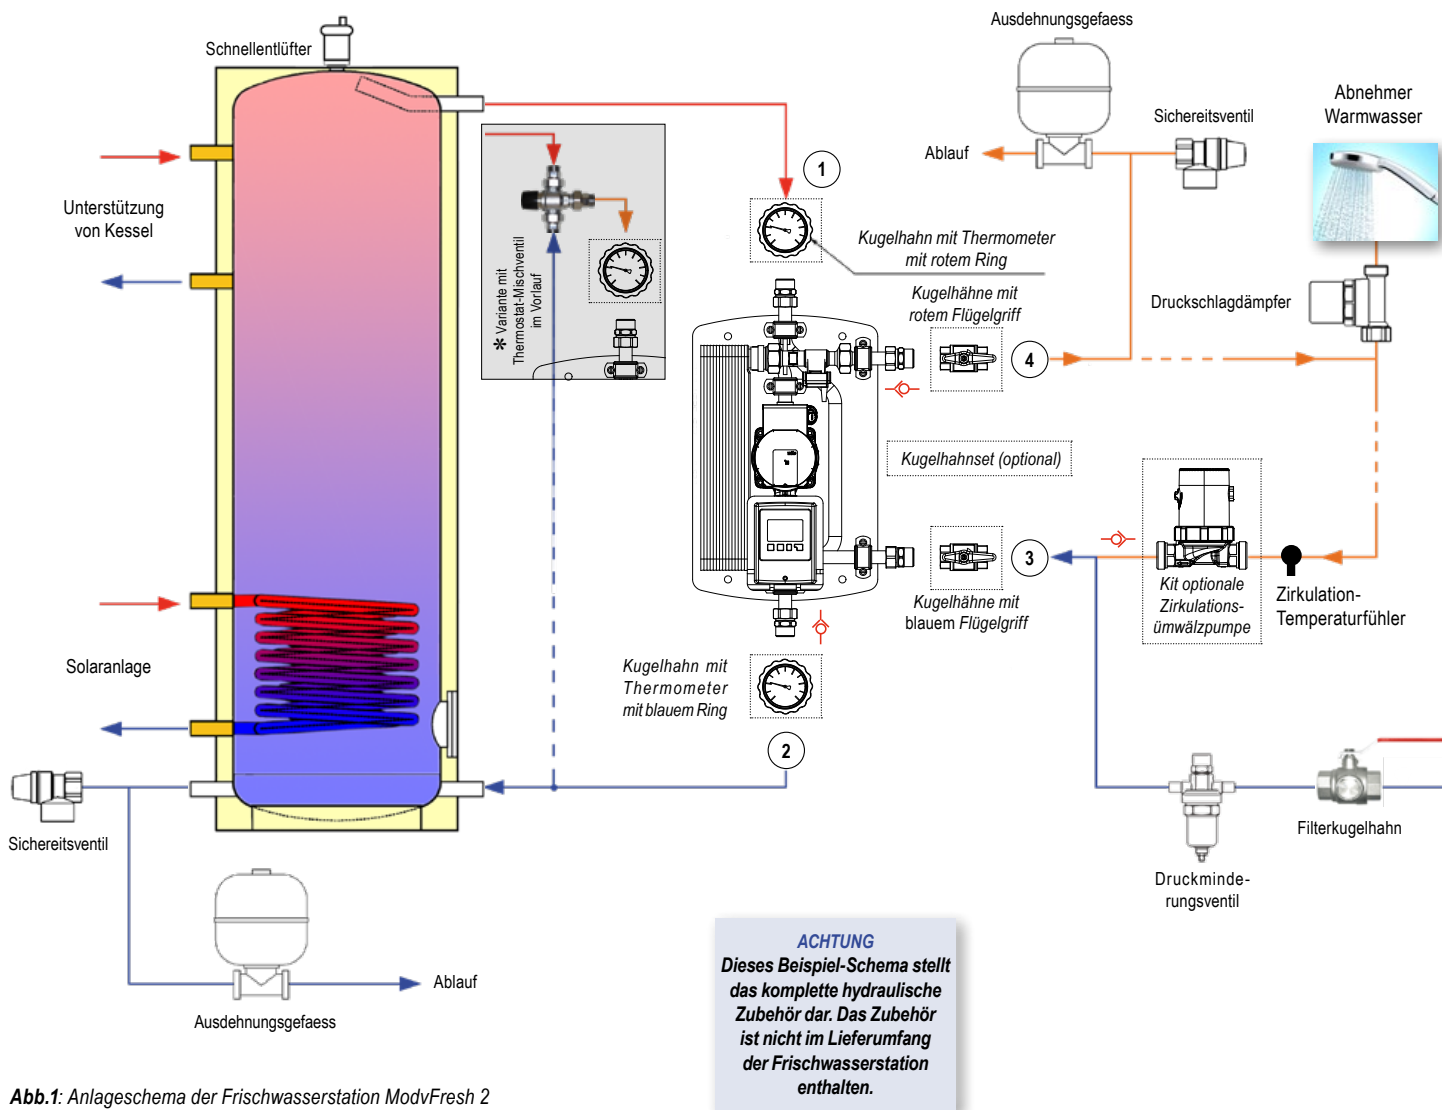

Abb.1: Anlageschema der Frischwasserstation ModvFresh 2
- ✓ Den Ventilsatz (optional) montieren laut Darstellung bei *Abb. 1*;
- ✓ Falls das Zirkulationskit (optional) vorhanden ist, installieren Sie die Umwälzpumpe und positionieren den Zirkulation-Temperaturfühler laut *Abbildung 1*;
Die Temperatur im Puffer muss mindestens um 5 K höher sein, als die gewünschte Warmwasser-Temperatur der Sanitär Wassers. Höhere Differenz von Temperaturen erlauben die Zapfmenge zu verlängern. Bei hartem Wasser wir empfehlen, auf keinen Fall die Temperatur von 70°C (Vorlauf Puffer) zu uebersteigen, um Kalkstein-Ablagerungen auf der Sekundärseite des Platten-Wärmetauschers zu vermeiden; evetuell ist ein thermostatisches Mischventil einzusetzen (Abb. 1).